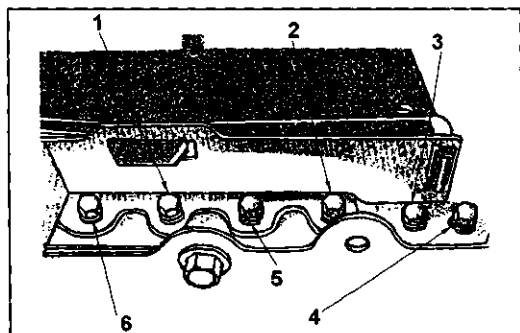

图 7-1-18 压力测试口位置
(3)将一量程为 1 MPa 的压力表连接到与待测压力管路连通的压力测试口上。进行倒挡压力测试时,需使用量程为 2 MPa 的压力表。各压力测试口的位置见图 7-1-18。